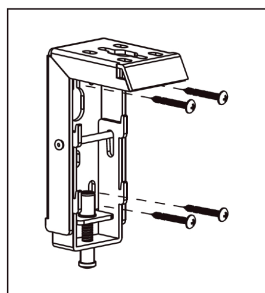

Figure 2
1. **Montage sur des structures porteuses en bois :** vissez les vis fournies 5x40 mm dans les trous des équerres, tel qu'indiqué dans les figures 2 et 3.